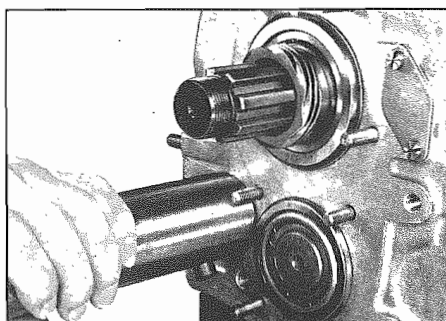
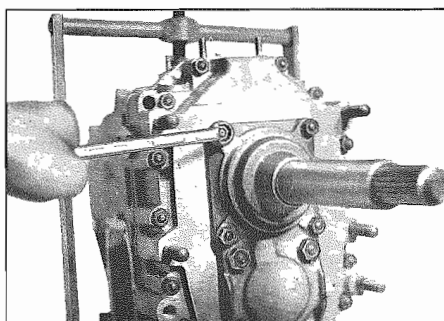

Fig. 9 - Estrazione del perno della retromarcia
Fig. 10 - Togliere la flangia
- Svitare i dadi (102) dal coperchio (118) e togliere poi quest'ultimo. Estrarre il perno della retromarcia (502) con l'estrattore n. 3 (Fig. 9).
- Estrarre dalla scatola l'ingranaggio della retromarcia (504) con ambedue le ralle (501 e 505) e la gabbia a rullini (503).
- Svitare i dadi (102) e togliere la flangia (201) (Fig. 10). Espellere la guarnizione ad anello (203) dalla flangia.
- Loosen nuts (102) on cover (118) and then remove cover. Pull out reversing shaft (502) with puller 3. (Fig. 9).
- Remove reversing gear (504) with the two thrust washers (501 and 505) and needle cage (503) from housing.
- Unscrew nuts (102) and remove throwout bearing flange (201) (Fig. 10). Push shaft sealing ring (203) out of flange.